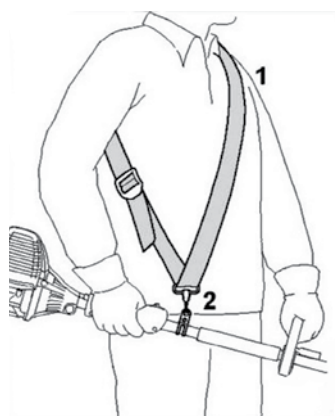

Рис. 6
4. Пристегните ремень (1) к креплению (2). Отрегулируйте ремень для комфортной работы (рис. 6).